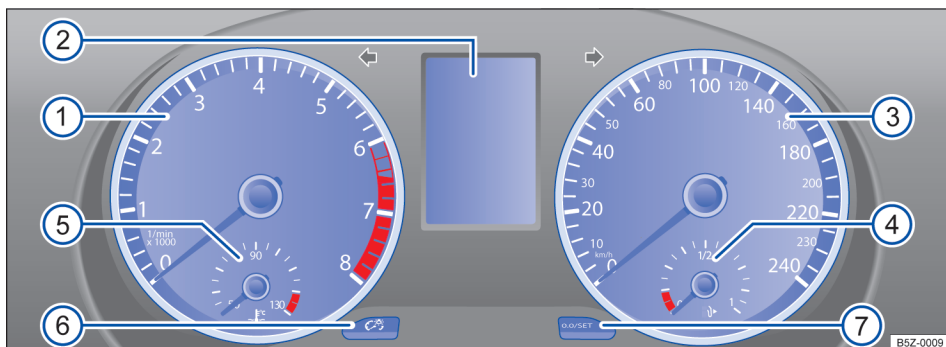

Fig. 9 Instrumento combinado no painel de instrumentos. ▶
Significado dos instrumentos → Fig. 9:
- ⑤ **Indicador de temperatura do líquido de arrefecimento do motor** → Página 21.
- ⑥ **Botão para regulagem da iluminação do painel de instrumentos** → Página 75.
- ⑦ **Botão de ajuste do relógio** ou para trocar entre o **indicador da temperatura externa e o relógio** .
- Com a ignição ligada, para ajustar o relógio, se necessário, alterar para o indicador do relógio, pressionar a chave → Fig. 15 ② para cima ou para baixo ou pressionar o botão de ajuste → Fig. 9 ⑦.
- ⑦ **Botão para reinicializar o indicador do intervalo de serviço** → Página 22